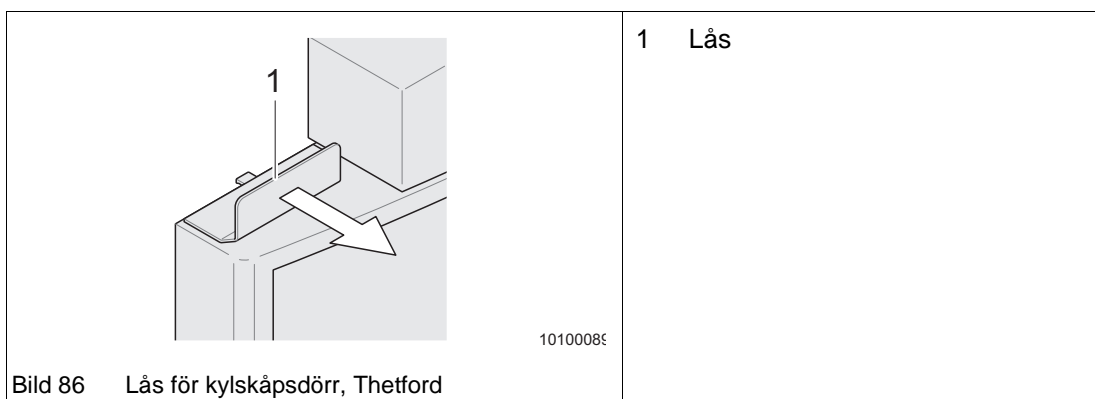

Bild 86 Lås för kylskåpsdörr, Thetford
- Dra i spärren (Bild 86/1) och öppna dörren.